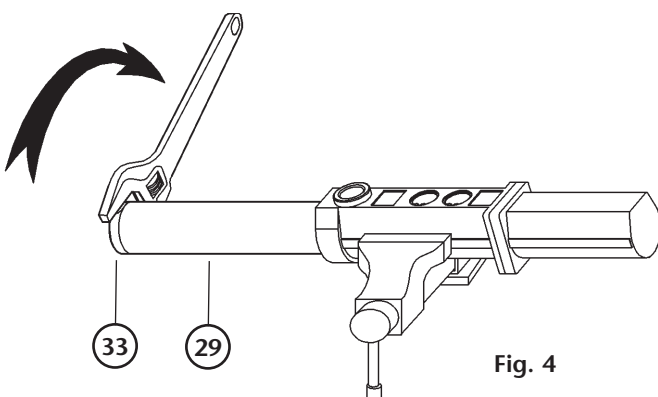

Fig. 4
1. Secure the pump in a vice in the horizontal position, clamping it on the provided pads along the pump body (16).
2. To unscrew the suction tube (29) from the pump body (16), use a 46 mm wrench in the milling of the foot valve body (33) (fig. 4) for stubby pump, or a rod in the holes of the foot valve body for long pump. Pull clockwise first to break the seal, and then counter clockwise to loosen and remove the tube assembly.
1. Fijar la bomba en una mordaza agarrando por el cuerpo de la bomba (16) con la bomba en posición horizontal.
2. Para desenroscar el tubo de aspiración (29) del cuerpo de la bomba, usar llave en el fresado (46 mm) del cuerpo válvula de pie (33) (Fig. 4) para la bomba corta, o una varilla en los agujeros del cuerpo válvula de pie para la bomba larga.
1. Placer la pompe sur un établi et la serrer au niveau du corps de la pompe (16) tout en maintenant cette dernière en position horizontale.
2. Pour les pompes courtes, desserrer le tube d'aspiration (29) du corps de la pompe à l'aide d'une clé fixe de 46 mm au niveau du fraisage du corps du clapet de pied (33) (voir Fig. 4). Pour les pompes longues, il est préférable de placer une baguette au niveau des orifices du corps du clapet de pied.